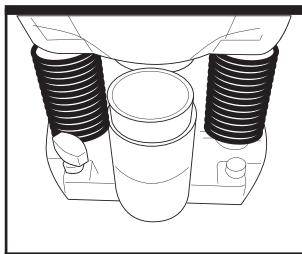

Fig. 2
2. UTILISATION DE L'ADAPTATEUR D'ASPIRATEUR (Fig. 2)